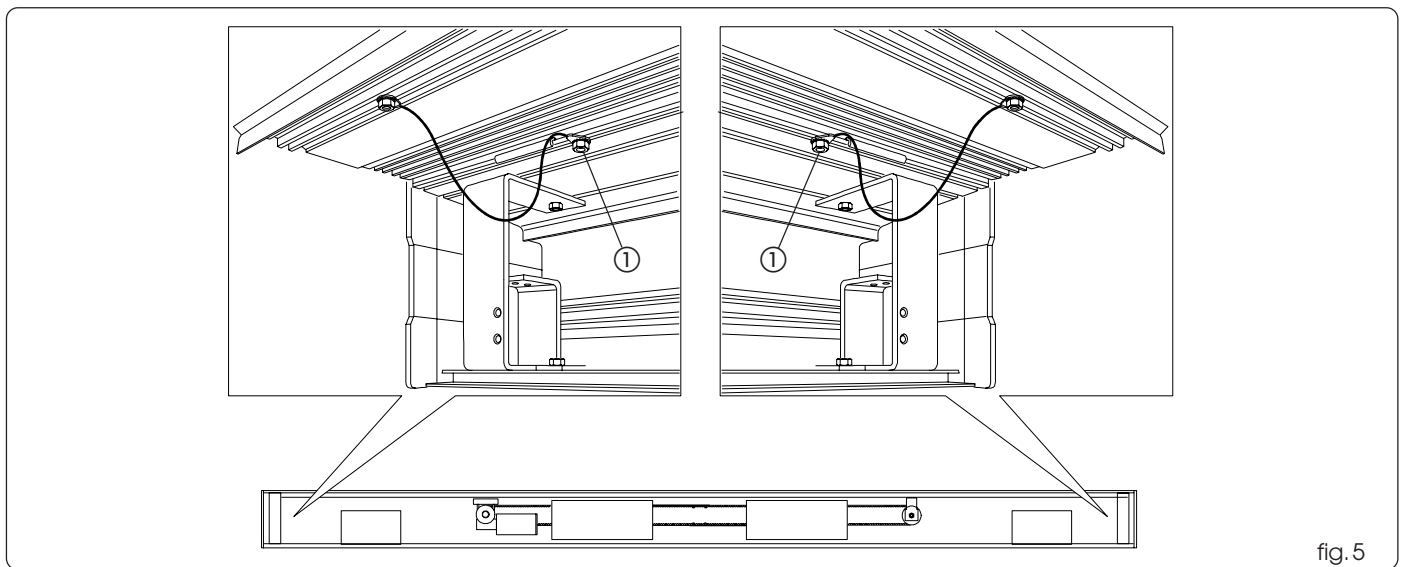

fig. 5
Démonter les câbles parachute (si présents) de la partie de la poutre en dévissant les écrous de blocage d'après la fig.5 réf. ①.